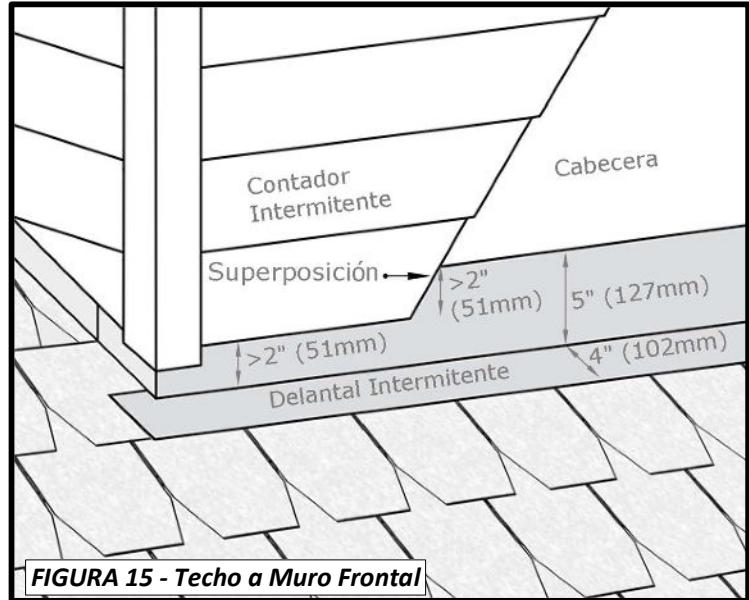

FIGURA 15 - Techo a Muro Frontal
- Aplica otra hilara de tejas sobre el tapajunta delantal y córtelo para esconder el metal. Sella las tejas cortadas usando sellantes y adhesivos aprobados en la **Tabla 1**. Mira a la **Figura 15**.